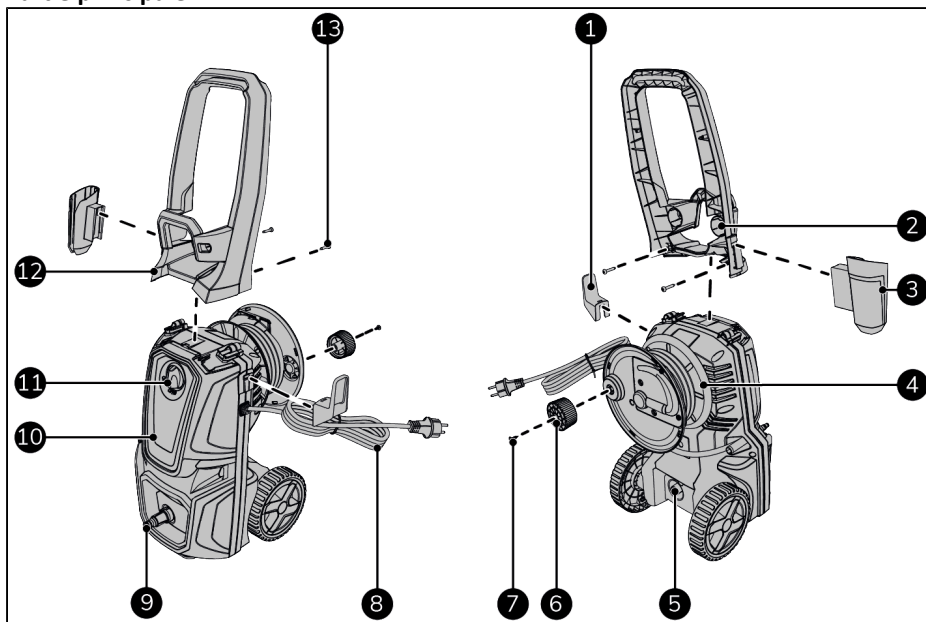

Figure 66.
Cet appareil EUROM est un nettoyeur à haute pression facile à utiliser (Figure 66). L'appareil est conçu pour un usage domestique, tel que le nettoyage de véhicules, bâtiments, terrasses, façades et équipements de jardin.
1. Assurez-vous que le commutateur MARCHE(I) / ARRÊT(0) est en position ARRÊT(0) (Figure 66, pos. 11).
5. Allumez l'appareil (Figure 66, pos. 11).